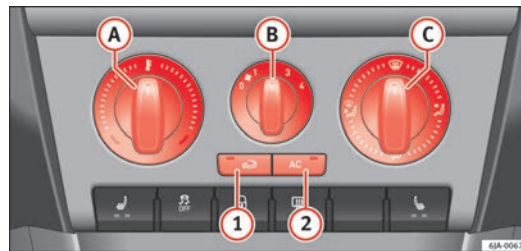

Abb. 99 Klimaanlage: Bedienelemente
Die Kühlung arbeitet nur dann, wenn die Taste   ⇒ Abb. 99
- Drehen Sie den Drehregler  ⇒ Abb. 99 nach rechts, um die Temperatur zu erhöhen.
- Drehen Sie den Gebläseschalter  ⇒ Abb. 99 in eine der Positionen 1 bis 4, um das Gebläse einzuschalten.
- Mit dem Luftverteilungsregler  ⇒ Abb. 99 regeln Sie die Richtung des Luftaustritts ⇒ Seite 133.
- Drücke Sie die Taste  ⇒ Abb. 99. Die Kontrollleuchte in der Taste leuchtet auf.
- Bedienelemente A ⇒ Abb. 99 ⇒ Seite 136, B, C und die Tasten 1 und 2.
- Drücke Sie die Taste  **1** ⇒ Abb. 99 ⇒ Seite 136. Die Kontrollleuchte in der Taste leuchtet auf.
- Drücke Sie erneut die Taste  **1** ⇒ Abb. 99 ⇒ Seite 136. Die Kontrollleuchte in der Taste erlischt.
Wenn der Luftverteilungsregler  ⇒ Abb. 99 ⇒ Seite 136 auf die Position  gestellt ist, schaltet sich der Umluftbetrieb automatisch aus. Sie können den Umluftbetrieb in dieser Position wieder einschalten, indem Sie die Taste  drücken.